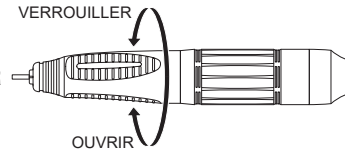

Fig. 6
- 1) Tournez la bague de verrouillage de la fraise dans la direction OUVRIR comme le montre la Fig. 6 jusqu'à ce qu'elle émette un clic pour ouvrir le mandrin.
- 2) Tournez la bague de verrouillage de la fraise dans la direction VERROUILLER comme le montre la Fig. 6 jusqu'à ce qu'elle émette un clic pour fermer le mandrin. Après avoir fixé la fraise, tirez-la d'avant en arrière pour vérifier qu'elle est correctement raccordée.